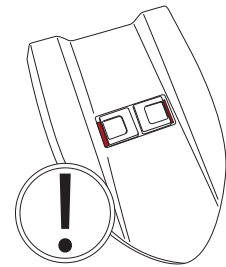

Fig. 20
- 在盖子上施加压力，直到回收罐上的两个滑动扣锁接合，两个滑扣都必须向盖子的外侧移动（图20）。
当两个滑扣底座的红色背景不可见时，表明箱盖安装正确（图20）。